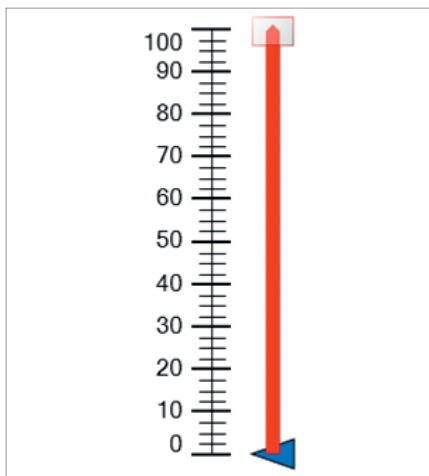

Рис. 10. Элемент *Scale* и свойство указателя *Location Dynamic*
7. В свойствах многоугольника (*Polygon*) отметьте положение (*Location*) как динамическое (*Dynamic*), так чтобы начало было внизу шкалы, а конец наверху, как это показано на рис. 10.